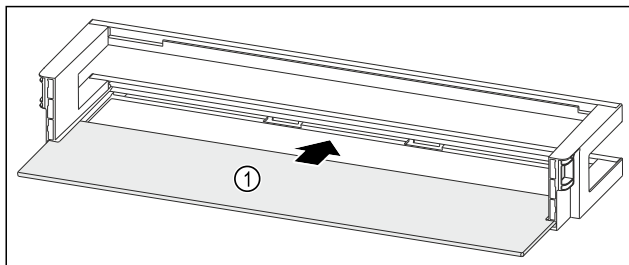

Fig. 58 Türabsteller mit Abstellfläche
- Abstellfläche Fig. 58 (1) in die seitlichen Aussparungen einstecken.